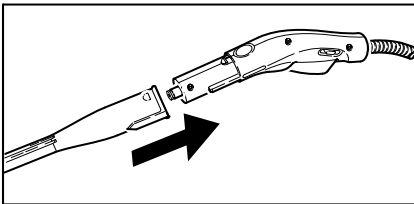

Abbildung 3
- Handdüse (E1) mit der Dampfpistole (C1) verbinden. Dazu das offene Ende des Zubehörs auf die Dampfpistole stecken und soweit auf die Dampfpistole schieben, bis die Entriegelungstaste (C2) der Dampfpistole einrastet (siehe Abbildung 3).